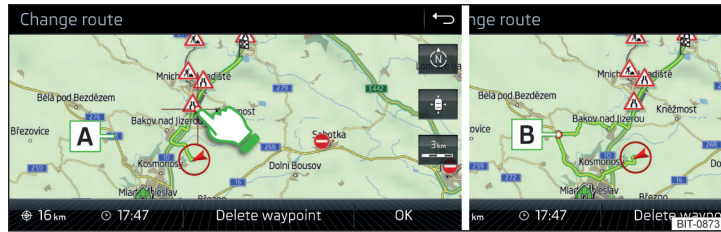

Abb. 233 Routenänderung in der Karte / Routendurchfahrtspunkt
- ▶ Den Bildschirm im Routenbereich berühren und den Kreuzpunkt auf die gewünschte Stelle in der Karte (z. B. **A**) » **Abb. 233**) verschieben.
Der Durchfahrtspunkt **B**) » **Abb. 233** wird in die Route eingefügt.